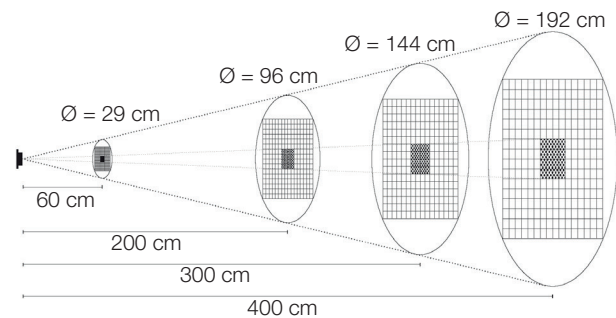

Fig. 4-2: Superficie monitorizada (ventana ToF)
- El sensor ToF tiene un rango de visión de 40 a 4000 mm y un ángulo de salida de  $27^\circ$ . Dependiendo de la distancia al objeto respectivo, esto resulta en una superficie correspondiente (ventana ToF) que puede ser monitorizada (véase Fig. 4-2).